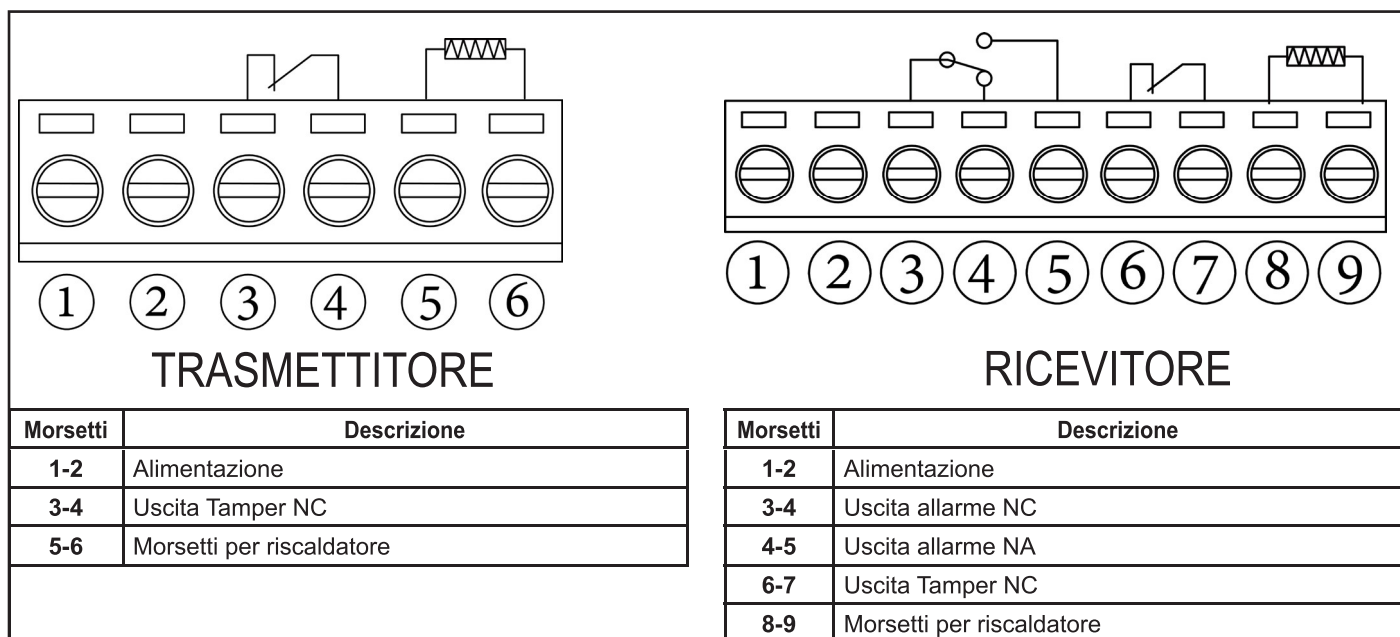

Fig. 3
- Scollegare la scheda: sulla morsettiera scollegare tutti i morsetti (v. Fig. 3).